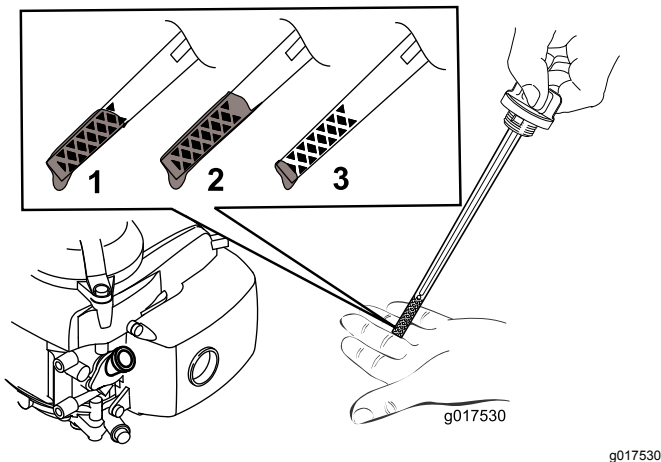

Bild 10
2. Entfernen Sie den Peilstab, indem Sie den Deckel nach links drehen und herausziehen (Bild 10).
5. Lesen Sie den Ölstand am Peilstab ab. (Bild 10)
- Wenn der Ölstand am Peilstab zu niedrig ist (Bild 10), füllen Sie langsam etwas mehrbereichs Mineralöl des Typs SAE 10W-30 mit der Klassifizierung SJ oder
- Wenn der Ölstand am Peilstab zu hoch ist (Bild 10), lassen Sie Öl ab, bis der Ölstand am Peilstab richtig ist, siehe Wechseln des Motoröls (Seite 17).